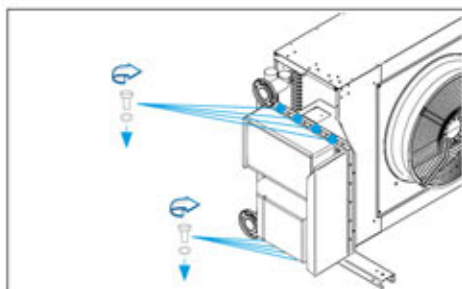

FIG.34
- Dévisser la fixation entre le panneau des accessoires et les barres de support (FIG.34).